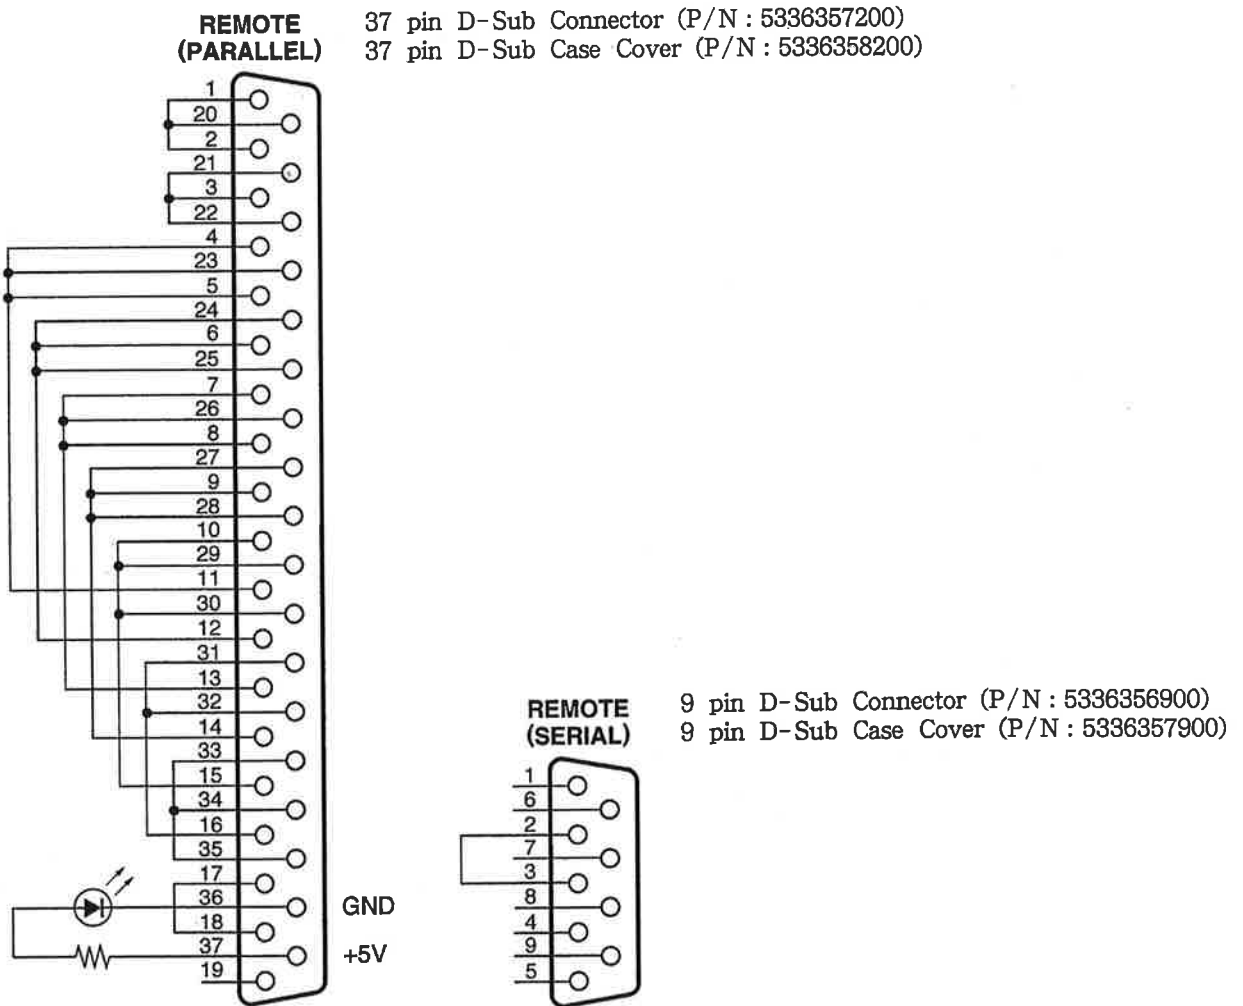

Fig. 3-1 Test Connectors
To perform this check, the two test connectors shown in Fig. 3-1 are required.
1. Fabricate the two connectors shown in Fig. 3-1, then connect them to the parallel and serial ports.
このチェックには、図3-1に示す2種類のテスト用コネクタが必要です。
1. 図3-1に示すコネクタを作成し、それをパラレルポートと、シリアルポートに接続します。